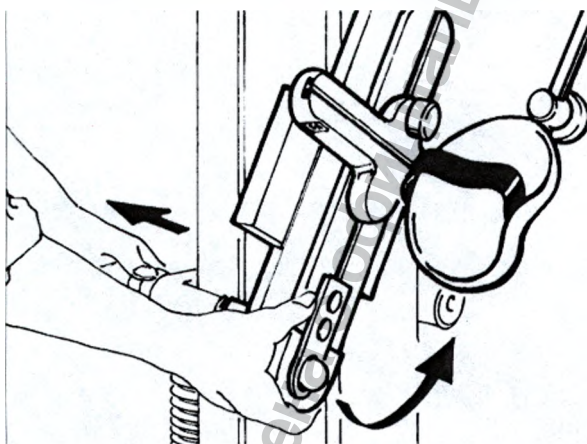

Рис. 1
В зависимости от того, сустав правого или левого плеча мы собираемся разрабатывать, механическую руку следует зафиксировать на правом или левом центре вращения (см. Рис. 1, 2). Сбоку от этих центров вращения имеются надписи, позволяющие не перепутать, на каком из центров вращения должна быть зафиксирована механическая рука при каждом виде реабилитации". Центры вращения обозначены цифрой 5 на рисунке "Устройство аппарата". Для фиксации механической руки на правом или левом центре вращения необходимо сделать следующее:
- ☐ Выкрутите фиксатор (22), придерживая при этом механическую руку (рис.1). Механическая рука имеет крепление в верхней части аппарата и может совершать вокруг него маятниковые движения. Переместите механическую руку к другому центру вращения (рис. 2), и закрутите фиксатор (22).